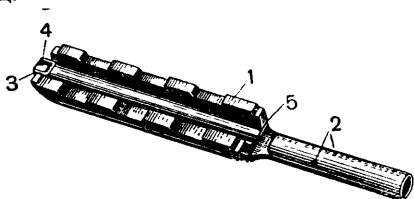

Рис. 39. Газовая трубка:
29. Газовая трубка (рис. 39) служит для помещения газового поршня и направления действия газов на него. Своим передним концом она крепится на выточке патрубков газовой камеры. На